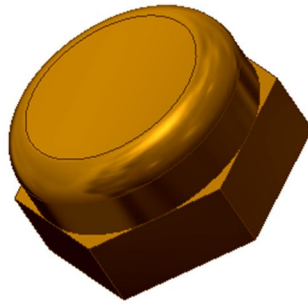

Рис. 2.5. Скругление ребра
4. **Закруглите верхнюю кромку** цилиндра радиусом 3 мм. Для этого выберите команду «Сопряжение» , в диалоговом окне задайте радиус 3 мм, а затем выберите кромку для скругления. Нажмите «ОК» (рис. 2.5.).